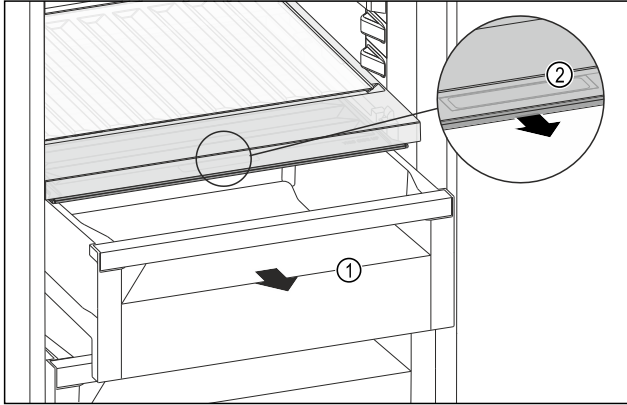

Fig. 251
- ▶ Извлеките выдвижной ящик Fig. 251 (1).
- ▶ Возьмитесь за утопленную ручку Fig. 251 (2) на крышке отделения и одновременно потяните крышку отделения вперед.